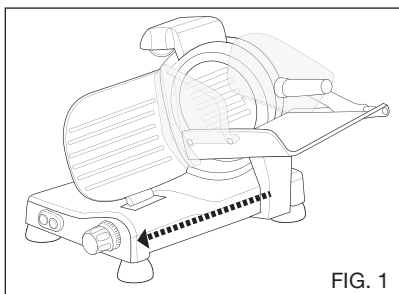

FIG. 1
- Desserrer le bouton de verrouillage (13) de l'ensemble d'affûtage (10) (Fig. 1).
1. Vérifier que le bouton de réglage de l'épaisseur est sur "0" (Fig. 1).